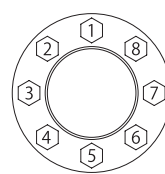

图13 夹紧螺丝按照顺序
3. 夹紧螺丝需要如图13所示逆时针方向逐个拧紧。注意不是对角顺序。用扭矩扳手根据表中参考Ms值多次拧紧螺丝。注意夹盘的间隙W一定要保证。